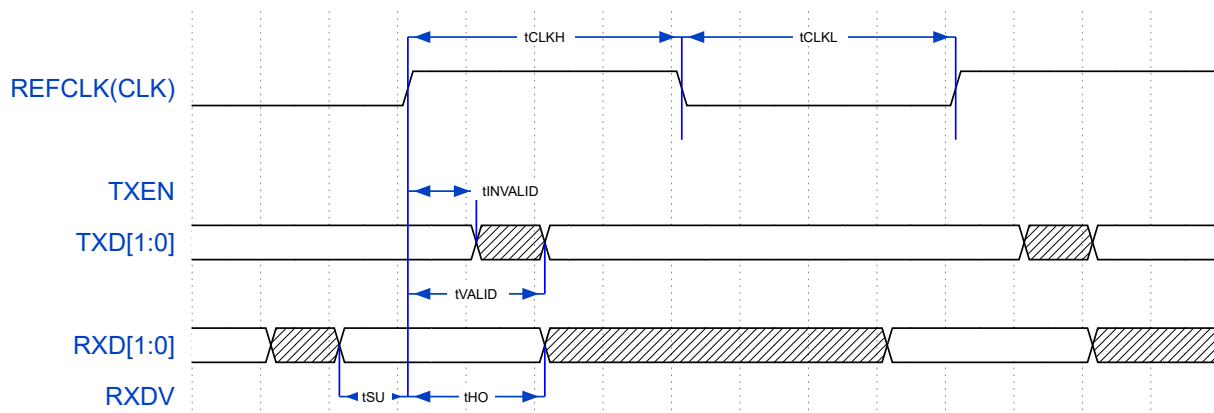

图 21: RMII 接口时序
4.19.1.1 RMII 接口 RMII 接口对应时序如图 21。